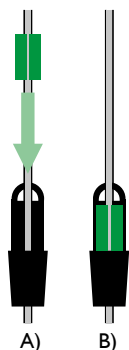

Imagen 1. Las pesas de cable y el bucle de suspensión se sujetan al cable con una cuña de fijación (A-B).
- Si el líquido a observar es viscoso o se quiere limitar la flotación hacia un lado, recomendamos el uso de una pesa de cable más pesada, que suministramos por encargo. Las pesas opcionales se sujetan en el cable con una cuña de fijación (imagen 1).